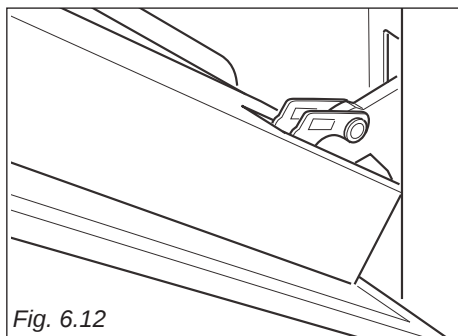

Fig. 6.12
1. Sørg for at ovnlågen er låst åben (Fig. 6.12).